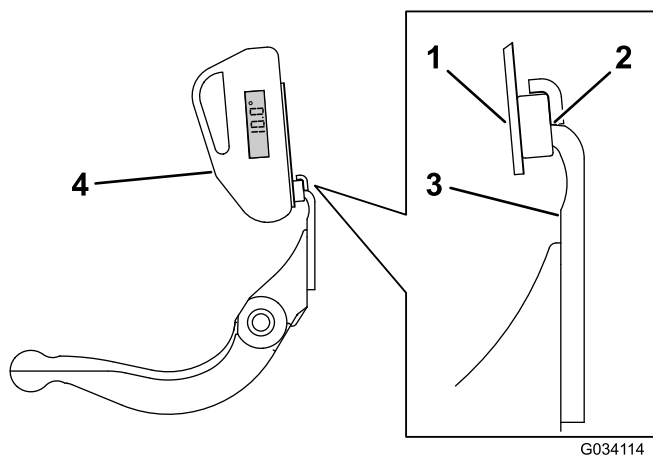

Figura 29
3. Coloque el soporte del indicador de ángulo sobre el filo de la contracuchilla de manera que el borde del imán esté enrasado con el filo de la contracuchilla (Figura 29).
4. Coloque el indicador de ángulo en el soporte, según se muestra en Figura 29.